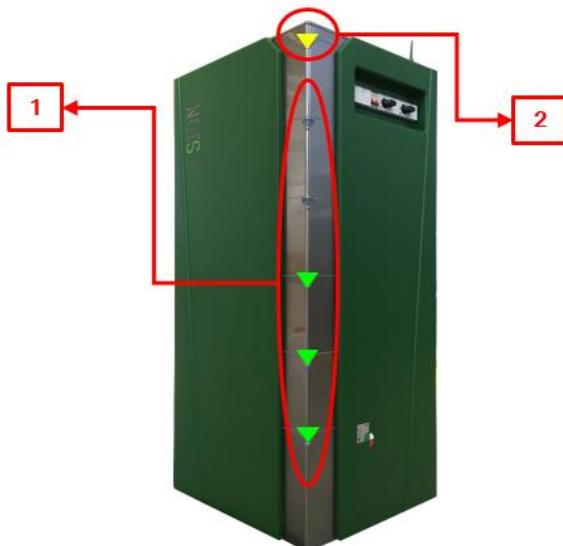

Figura 64 – Led di stato del sistema
- N. 5 lde (rif.1 di Figura 64) indicano la quantità di energia immagazzinata in batteria:
- N.1 led (rif. 2 in Figura 64) che indica gli stati di funzionamento: